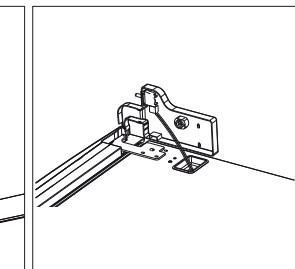

Rys. 14
- ▶ Przykręć dolny zawias (8) przy użyciu obu śrub mocujących.
- ▶ Wkręć stopki urządzenia (9).
- ▶ Ponownie wyrownaj urządzenie. Wypoziomuj urządzenie, wkręcając lub wykręcając stopki urządzenia (9).
- ▶ Załącz drzwi komory zamrażania (7) na dolny zawias (8), umieszczając wycięcie na dole drzwi komory zamrażania (7) na trzpienie.
- ▶ Drzwi komory zamrażania (7) pozostaw zamknięte.
- ▶ Przenieś środkowy zawias (6) na lewą stronę.
- ▶ Załącz dwie podkładki na trzpień środkowego zawiasu i umieść trzpień w drzwiach komory zamrażania (7).
- ▶ Zamocuj środkowy zawias (6) dwoma śrubami, używając wkrętaka krzyżakowego (rys. 14).